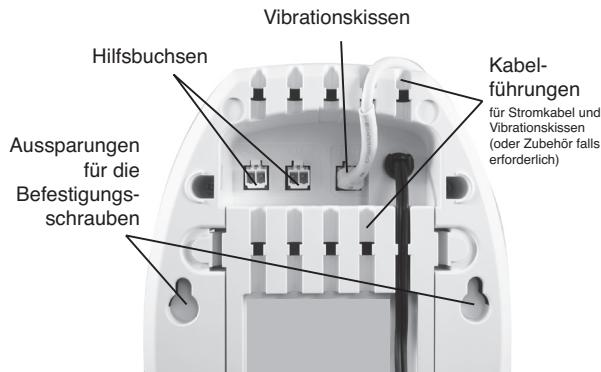

Abbildung 1a
4.2.3 Sollte die Störungsanzeige alle 4 Sekunden gelb leuchten, kontrollieren Sie bitte den Anschluss des Vibrationskissens. Stellen Sie sicher, dass es fest mit der Anschlussbuchse verbunden und eingerastet ist (siehe Abbildung 1a). Wenn diese Verbindung inordnung ist, achten Sie bitte auf die Betriebsanzeige. Sollte hier ein gelbes Blinken zu sehen sein, besteht ein Problem mit dem Stromnetz und das Modul wird von dem Notstromakku mit Energie versorgt.